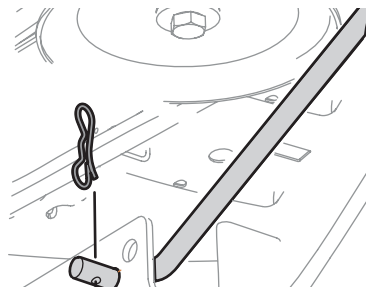

Figura 43
14. Tire del pasador de chaveta hacia afuera de la varilla de elevación delantera de la plataforma que la sujeta a la plataforma. Consulte la Figura 43. Saque la varilla de elevación de la plataforma del soporte de suspensión frontal.